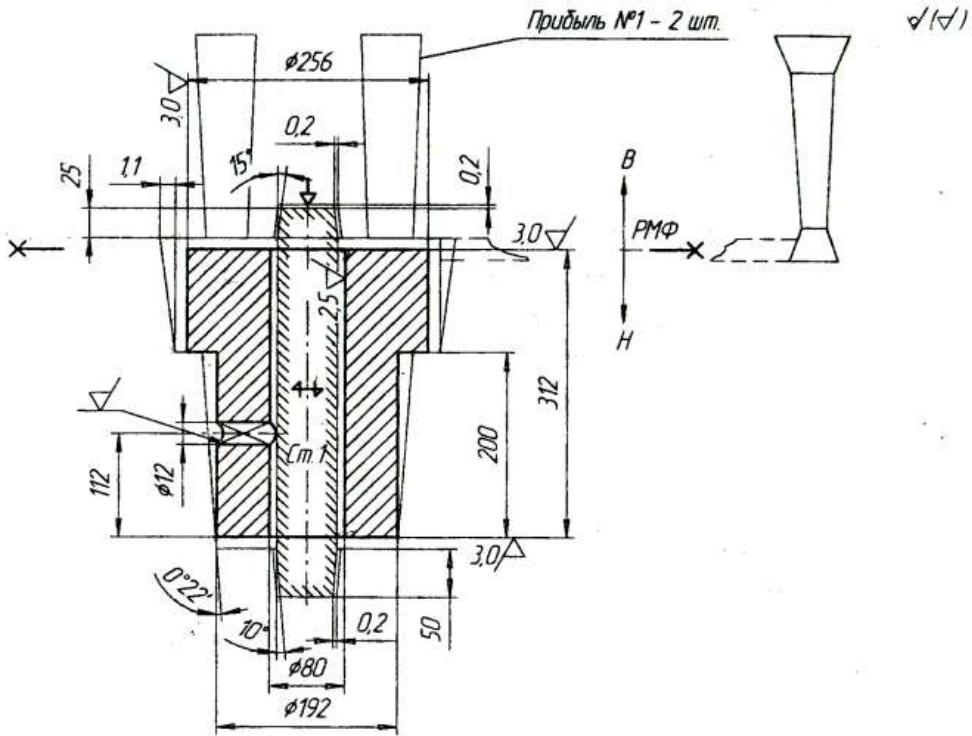
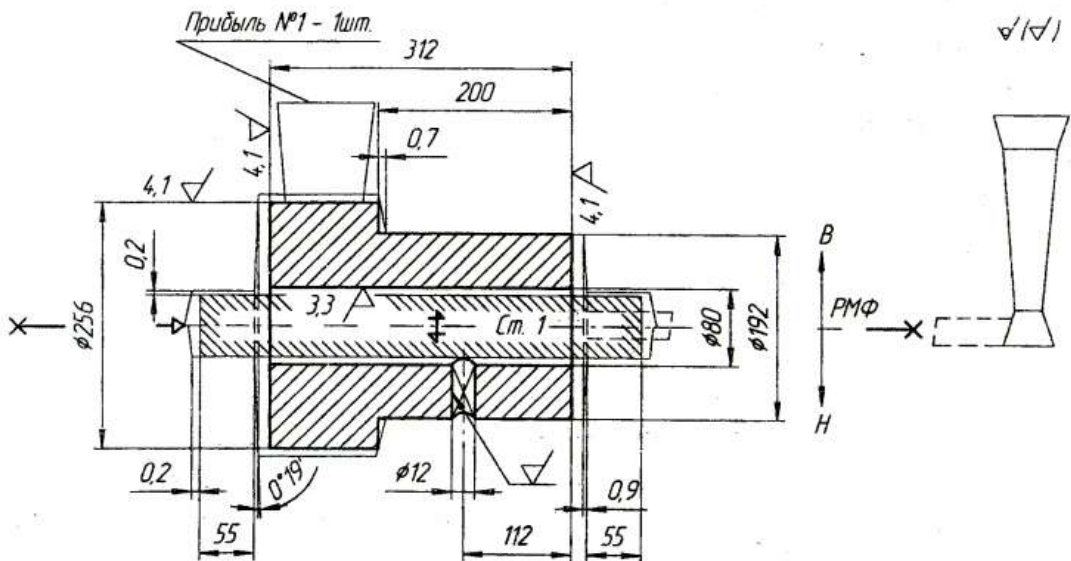

Рисунок 2 – Втулка. Модельно-литейные указания.
Рисунок 3 – Втулка. Модельно-литейные указания.
Для рассматриваемого примера предпочтительно вертикальное положение отливки с размещением в нижней части формы (рис. 2). Вариант горизонтального расположения с плоскостью разъема по оси отливки представлен на рисунке 3. В последующих разделах данного примера этот вариант рассматривается только в учебных целях.
- по номинальным размерам обрабатываемых элементов и классу точности отливки назначают допуски (см. табл. Г.1). Допуски размеров отливки, образованные одной полуформой, устанавливают на 1-2 класса точнее заданного. Так как при вертикальном расположении отливки размеры образованы одной полуформой (рис. 2), на все размеры назначается 8-й класс точности. При горизонтальном расположении (рис.3) все размеры отливки образуются двумя полуформами, при этом класс точности не изменяется и для всех размеров равен 9;
4 Контурные стержня со стержневыми знаками обозначают тонкими линиями и штриховкой у контура, а также буквами «Ст.» с указанием порядкового номера. На изображении стержня указывают разъем стержневого ящика знаком  $\leftrightarrow$  и направление его набивки стержневой смесью  $\rightarrow$ . Обратите внимание на различие в конструкции стержневых знаков: конусные знаки – у вертикального стержня (рис. 2) и цилиндрические знаки – у горизонтального (рис. 3). Между литейной формой и стержневыми знаками предусматривают технологические зазоры (рис. 2 и 3). Величина зазоров при выполнении задания принимается равной 0,2 мм.
Длина стержневого знака определяется исходя из диаметра и длины стержня (см. табл. Г.4) и при горизонтальном расположении литейной формы равна 55 мм. При вертикальном расположении литейной формы сначала определяют высоту нижнего знака (см. табл. Г.5). Высота нижнего знака для рассматриваемого примера (рис.2) равна 50 мм. Высоту верхнего знака принимают равной половине нижнего – 25 мм. Уклоны знаковых частей для вертикального стержня принимают равными для нижнего стержня  $10^{\circ}$ , для верхнего -  $15^{\circ}$ .
Данный раздел выполненного задания должен содержать чертеж модельно-литейных указаний (рис. 2 или 3), таблицы значений припусков, размеров отливки (табл. 3 или 4) и формовочных уклонов (табл. 5 или 6).